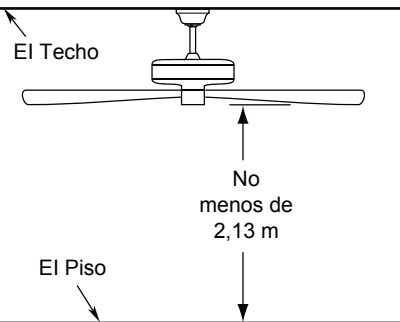

Figura 2
Uso de perfil profundo (Figura 2)
2. Extraiga la pieza de la bola colgante de la unidad de la bola colgante / varilla aflojando el tornillo de presión de la bola colgante hasta que la bola se libere de la varilla. Retire el pasador del barral y luego extraiga la semiesfera. Conserve el pasador y la semiesfera para su reinstalación en el Paso 7. (Figura 2)
Debe colgar el ventilador a una distancia mínima de 2,13 m desde las aspas hasta el piso. (Figura 2)
Para evitar una posible descarga eléctrica, asegúrese de cortar la alimentación eléctrica de la caja de fusibles principal antes de alambrao el ventilador. (Figura 2)